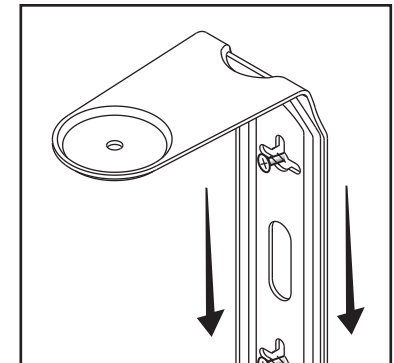

FIGURE 12
- 10) Let the speaker and bracket slide straight down, allowing the screw head to slip behind the smaller end of the keyhole slot [figure 12].
- 10) Laissez glisser l'ensemble support/enceinte vers le bas, permettant aux têtes de vis de glisser dans la partie étroite des fentes en trou de serrure (figure 12).